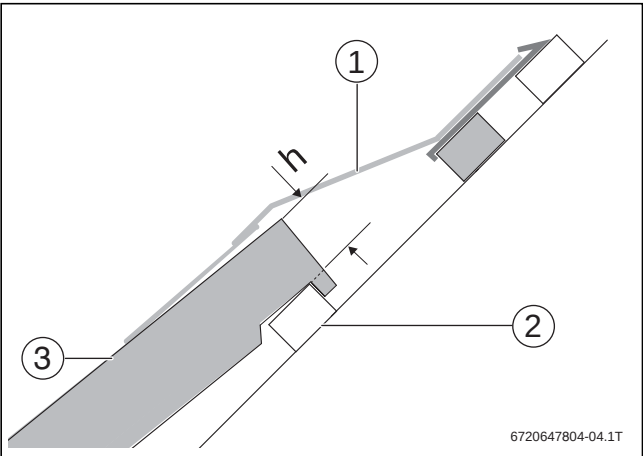

Bild 241 Maß h
- Sicherstellen, dass die Höhe der Eindeckung den maximal zulässigen Wert (→ Bild 241 und Tabelle 107, Maß h) nicht überschreitet.